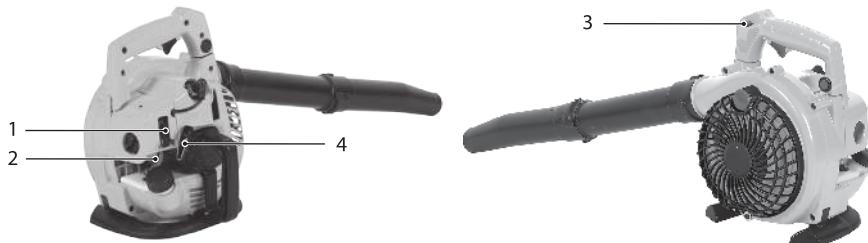

Рис. 7
2. Переведите рычаг воздушной заслонки 1 (рис. 7) в верхнее положение –  «Закрыто».
3. Несколько раз нажмите на прозрачный колпачок ручной подкачки топлива 2 (праймер) (рис. 7) для заполнения карбюратора топливной смесью. При этом сквозь прозрачный колпачок кнопки должна просматриваться подкачиваемая топливная смесь.
4. Переведите выключатель зажигания 3 (рис. 7), расположенный на рукоятке, в положение ON/1.
5. Придерживая устройство левой рукой, плавно потяните рукоятку стартера 4 (рис. 7) до момента зацепления в механизме стартера. После появления сопротивления энергично вытяните шнур на 50–60 см. Во избежание повреждения корпуса стартера не бросайте рукоятку стартера, плавно верните ее в исходное положение. Повторите данные действия до появления первой вспышки.
7. Плавно потяните рукоятку стартера 4 (рис. 7) до момента зацепления в механизме и энергично вытяните шнур на 50–60 см. Повторите до запуска двигателя.